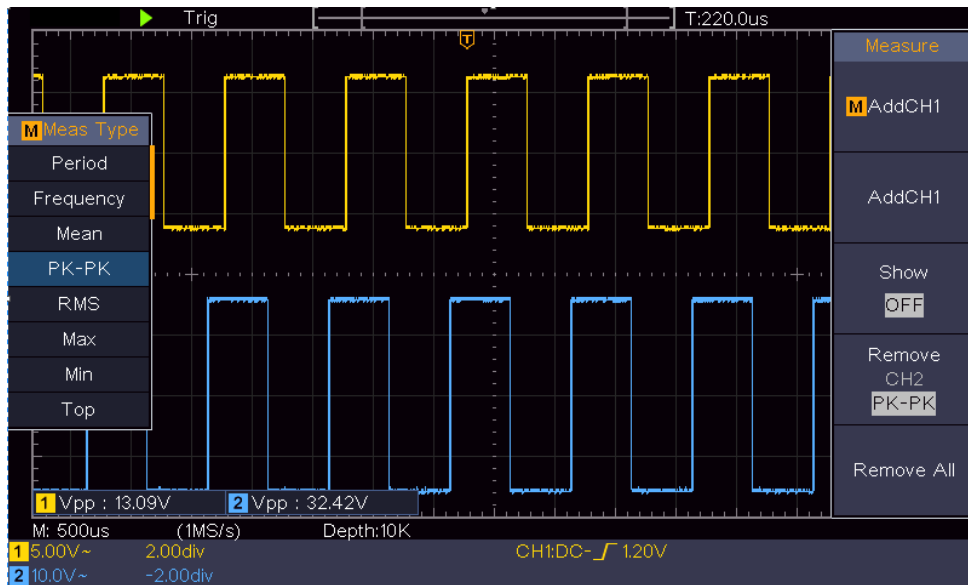

Figura 6-2 Forma de onda de la medición de la ganancia
- (1) Pulse el botón **Autoset** y el osciloscopio ajustará automáticamente las formas de onda de los dos canales en el estado de visualización adecuado.
- (2) Pulse el botón **Medir** para mostrar el menú de la derecha.
- (3) Seleccione **AñadirCH1** en el menú de la derecha.
- (4) En el menú Tipo de la izquierda, gire el mando **M** para seleccionar **PK-PK**.
- (5) En el menú de la derecha, seleccione **AñadirCH1**. Se añade el tipo de pico a pico del CH1.
- (6) En el menú de la derecha, seleccione **AñadirCH2**. Se añade el tipo de pico a pico del CH2.
- (7) Lea las tensiones pico a pico del Canal 1 y del Canal 2 en la parte inferior izquierda de la pantalla (ver *Figura 6-2*).
(8) Calcula la ganancia del amplificador con las siguientes fórmulas.